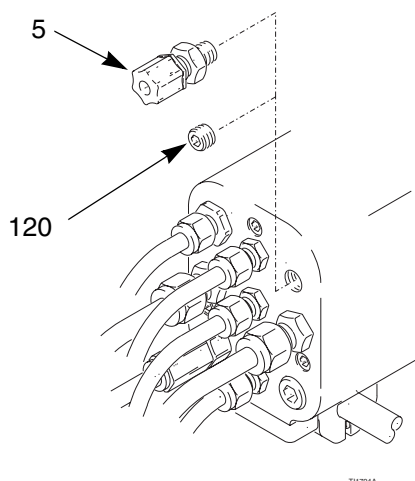

Fig. 9. Racor para fibra óptica
1. Retire el tapón (120) del orificio para fibra óptica, e instale el racor para fibra óptica (5, se envía desmontado con la pistola). Vea Fig. 9.